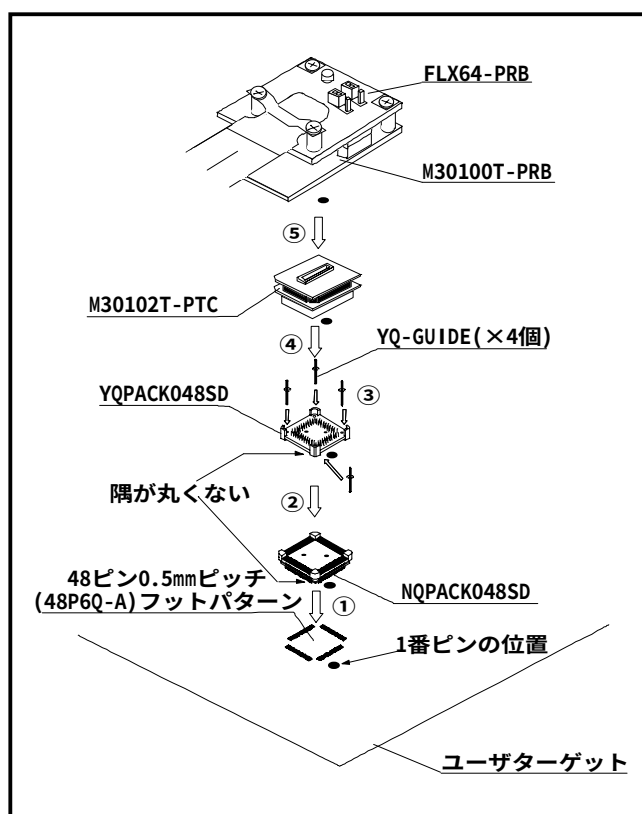

図 3 M30102T-PTC の装着手順
5. 装着手順（図3参照）
- ①NQPACK048SDを実装する。
- ②NQPACK048SDにYQPACK048SDを装着する。
- ③YQPACK048SDの4隅を付属のYQ-GUIDEでネジ止めする。